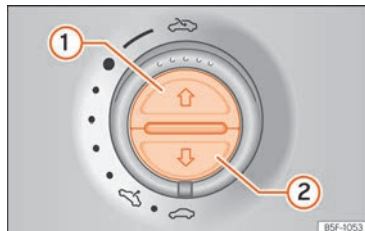

Abb. 112 Im Dachhimmel: Tasten des Sonnenschutzrollos.
- Taste »» Abb. 112 ① kurz drücken.
• *Sonnenschutzrollo*: 5 Sekunden ab der Aktivierung des Einklemmschutzes verstreichen, drücken Sie die Taste »» **Abb. 112**  bis sich das Rollo vollständig schließt.